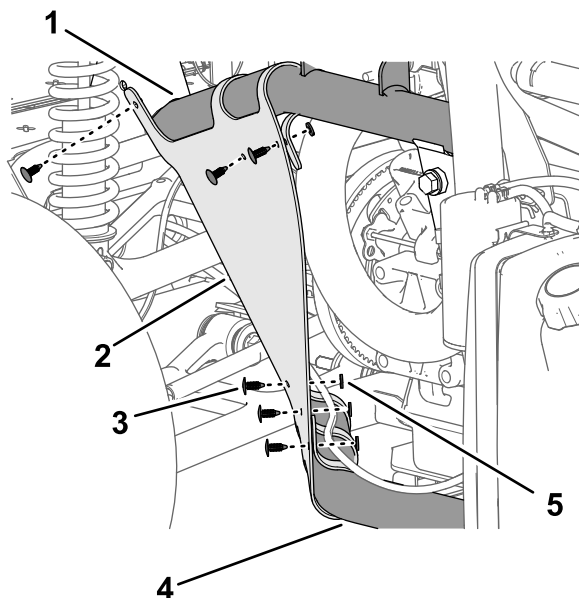

Рисунок 215
2. Прикрепите внутренний кожух крыла к трубам рамы с помощью 6 вставных держателей (Рисунок 215).
3. Совместите отверстия в крыле с отверстиями в раме машины, как показано на Рисунок 215.